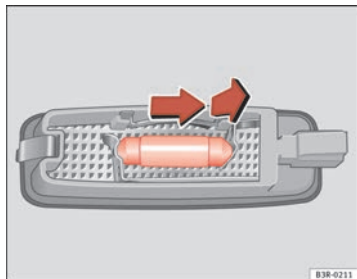

Fig. 242 Smontaggio della lampada dalla griglia
- Rimuovere la lampada, movendola verso l'esterno nel senso della freccia ⇒ fig. 242. ■